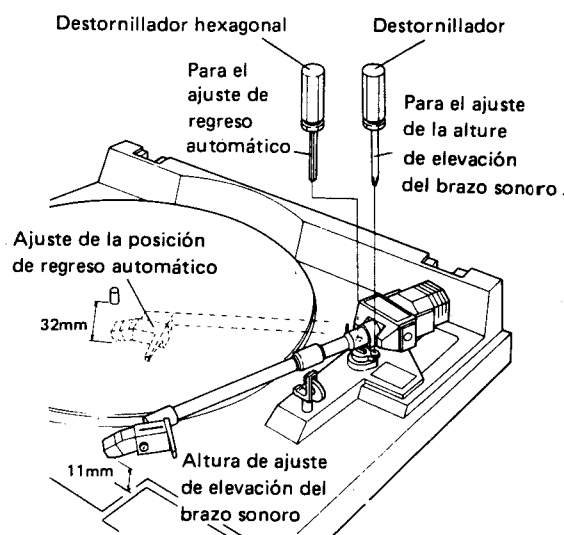

Fig. 12-2 Ajustes de la altura de elevación del brazo sonoro y de regreso automático;
5. Interrumpir la rotación del tornillo de ajuste al punto en el cual hay un intervalo de 32 mm entre la aguja de cartucho y el eje central. (Fig. 12-2)